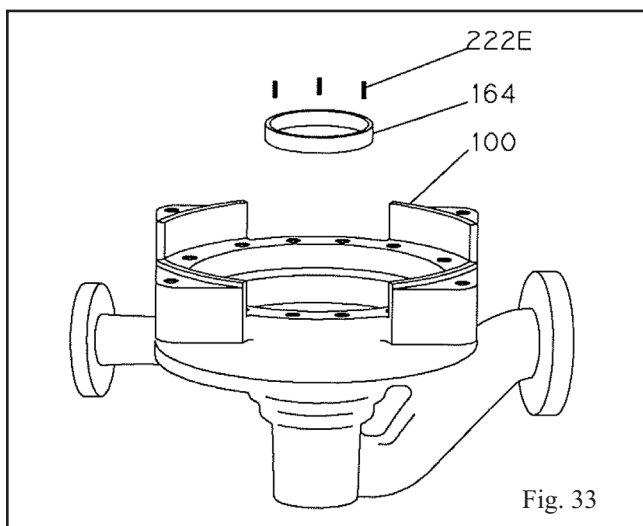

Fig. 33
3. Congele o novo anel de desgaste da carcaça (164) usando gelo seco ou outra substância gelada adequada, e instale o anel na conexão da carcaça (100). Esteja preparado para instalar o anel no local usando um bloco de madeira rija ou um martelo de faces macias (Fig. 33).